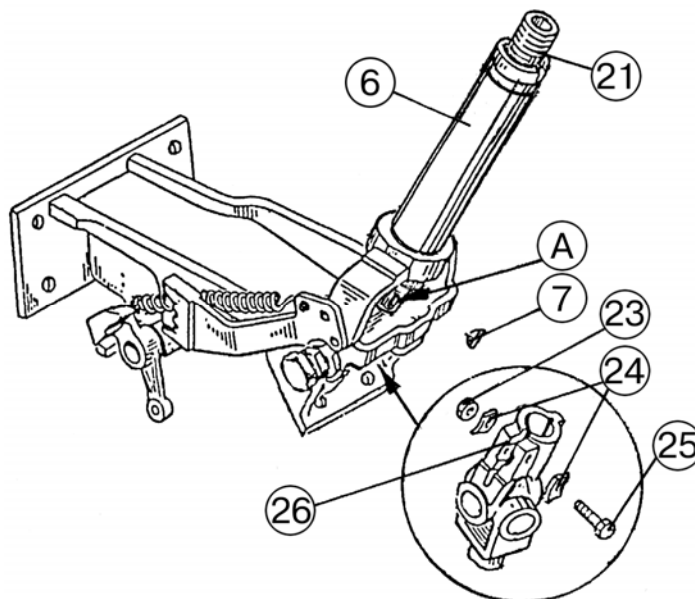

Рис.6.18
15) установите болт (25), (рисунок 6.18), с отгибной шайбой (24), и гайку (23) со второй шайбой (24);
16) затяните гайку (23), (рисунок 6.18), и законтрите болт и гайку отгибными шайбами;